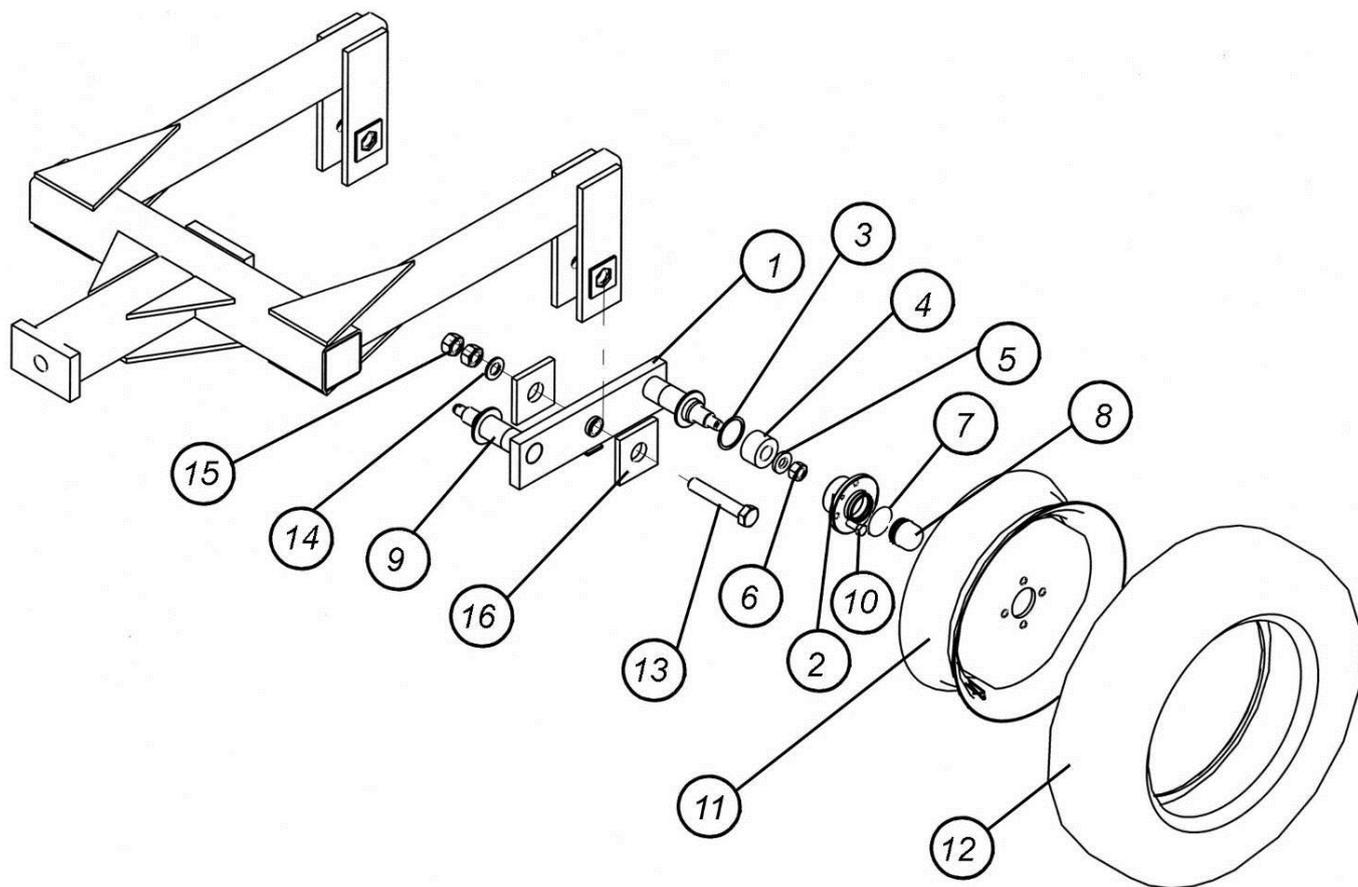

Рис. 7.1.4. Балансир и прикатывающие колеса
7.1.4.1. Чистик прикатывающего колеса (рис. 7.1.4.1).